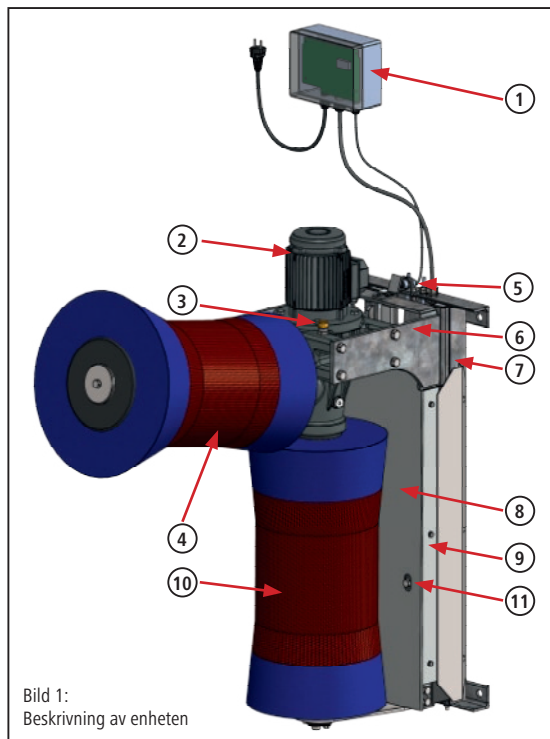

Bild 1:
- Avluftningsskruv för drevet medföljer och måste monteras före första användning (se bild 1 – pos. 3)!
- Den medföljande avluftningskruven för drevet måste monteras före den första aktiveringen (se bild 1 – pos. 3)! Om detta inte följs kan det leda till skador på drevet!